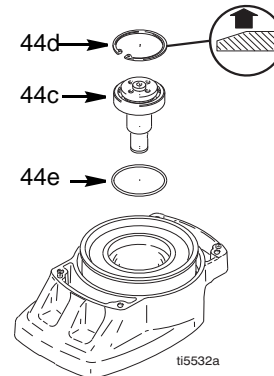

FIG. 6
7. FIG. 6. Fjern låseringen (44d).
6. FIG. 6. Monter o-ringene (44e).